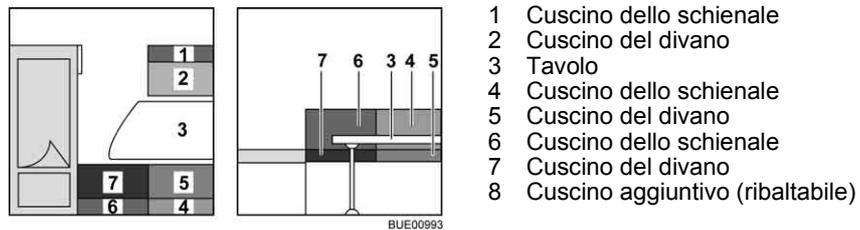

Fig. 81 Prima della trasformazione
- Trasformare il tavolo (Fig. 81,3) in struttura di supporto letto (vedi paragrafo 6.10).